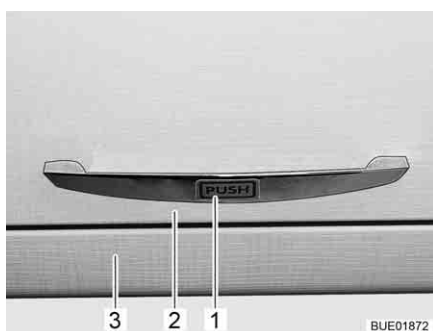

Fig. 43 Trampa de mueble con desbloqueo por presión
- Presionar la trampa de mueble (Fig. 43,2) en el tirador (Fig. 43,1) contra el cuerpo del armario (Fig. 43,3). La trampa de mueble está desbloqueada.